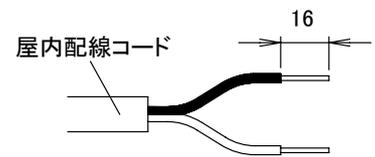

図11-15
- ①屋内配線コードの先端の被覆を16mmむいてください。(図11-15)